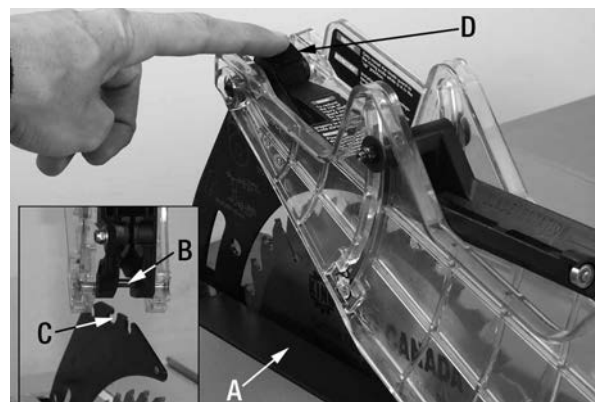

FIGURE 12
2. Réinstallez l'insertion de table (A) Fig.12 dans l'ouverture de la table.
3. Insérez la tige arrière (B) du protège-lame dans la fente du milieu (C) de la lame à fendre. Tirez sur le levier de verrouillage (D) vers l'avant de la scie, ensuite faites pivoter le protège-lame vers l'avant de la scie. Une fois que le protège-lame est parallèle à la table, verrouillez le protège-lame à la lame à fendre en descendant le levier de verrouillage (D). Soulevez le protège-lame pour vérifier s'il a été verrouillé.